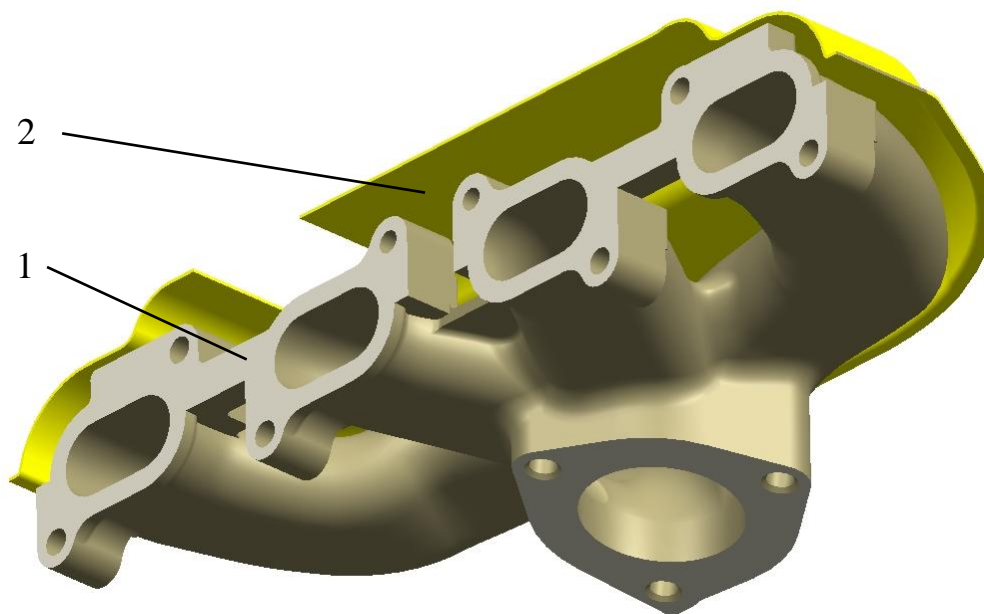

Рис.34. Выпускной коллектор с экраном:
**Выпускной коллектор** (рис.34) отлит из высокопрочного чугуна. Коллектор объединяет четыре канала прохода отработавших газов от всех цилиндров в один.